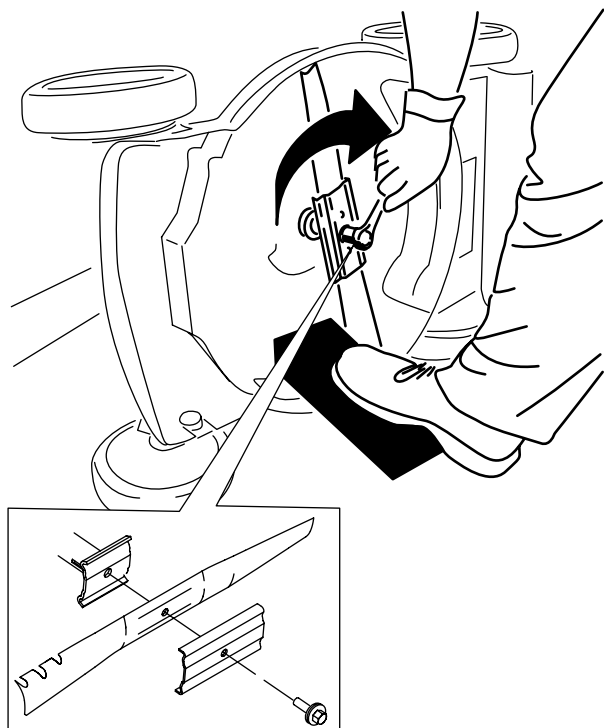

Figure 40
5. Montez la nouvelle lame et toutes les fixations (Figure 40).